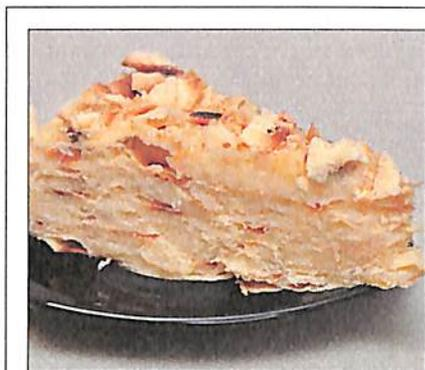

Рис. 22. Торт «Наполеон»
8. Для получения пирожных или торта «Наполеон» (рис. 22) изделия смазать кремом и сложить по два, посыпать крошкой из остатков выпечки.